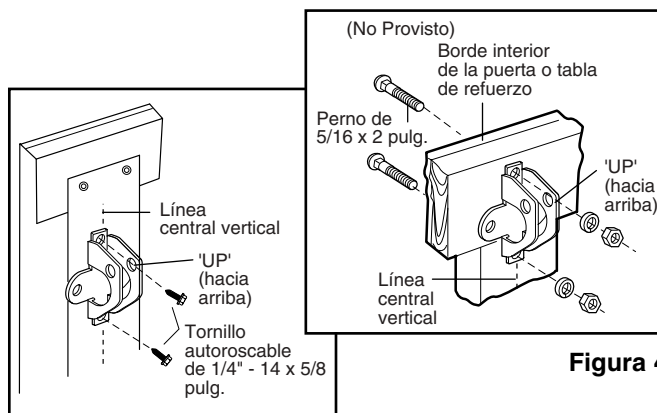

Figura 3
- Taladre orificios para sujetar de aproximadamente 0.50 cm (3/16 pulg.). Asegure bien la ménsula de la puerta utilizando los dos tornillos autoroscables. (Figura 3).